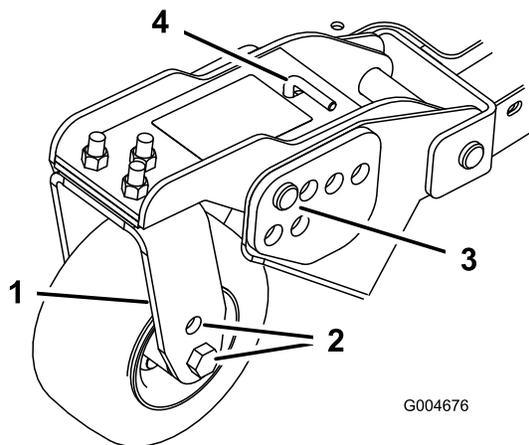
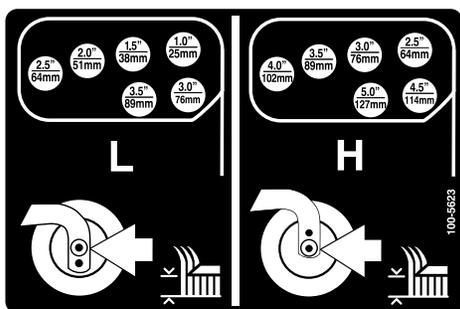

Figura 24
Figura 25
1. Coloque los ejes de las ruedas giratorias en el mismo orificio en todas las horquillas (Figura 22 y Figura 24).
6. Retire la chaveta y los pasadores de los brazos de pivote de las ruedas giratorias (Figura 24).
7. Gire la varilla tensora para elevar o bajar el brazo de pivote hasta que los orificios estén alineados con los orificios seleccionados del soporte de ajuste de la altura de corte en el bastidor de la carcasa de corte (Figura 24 y Figura 25).